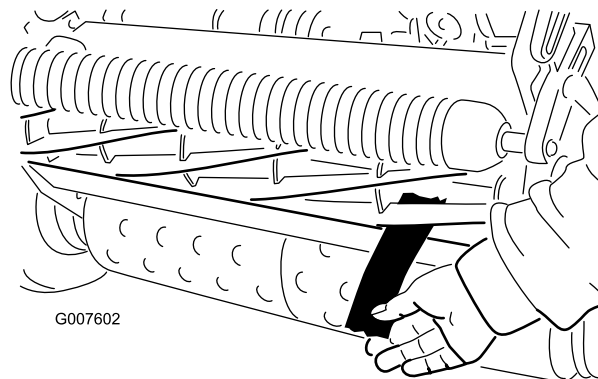

Figura 50
4. Numa das extremidades da parte frontal do cilindro, introduza uma longa tira de jornal entre o cilindro e a lâmina de corte (Figura 50). Enquanto roda
6. Depois de ajustar, verifique se o cilindro aperta o papel quando este for inserido pela frente e se corta o papel quando este for inserido num ângulo recto, relativamente à lâmina de corte (Figura 50). Deve ser possível cortar o papel ao mínimo contacto com a lâmina de corte e as lâminas do cilindro. Caso seja evidente um puxar excessivo do cilindro (mais de 0,79 Nm), retroceda ou amole a unidade de corte para alcançar as extremidades afiadas necessárias para um corte de precisão; consulte o *manual de rectificação de cilindros Toro*.